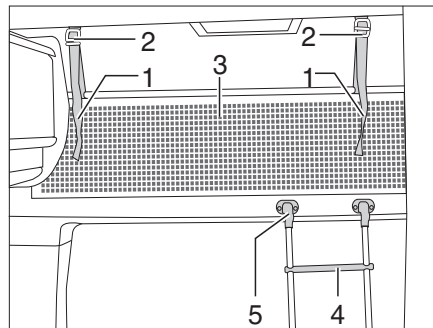

Fig. 99 Lit de capucine
Echelle de montée Toujours monter sur le lit de capucine avec l'échelle de montée (Fig. 99,4) de série.
Accrocher : ■ Accrocher l'échelle par les longerons sur le bandeau du lit de capucine (Fig. 99,5) installé au bord du lit.
Filet de sécurité Le filet de sécurité (Fig. 99,3) de série est rangé entre le matelas et le sommier à lattes. Ne tendre le filet de sécurité qu'une fois que les personnes se trouvent dans la capucine.
Tendre : ■ Faire s'enclencher les sangles de retenue (Fig. 99,1) dans les œillets du plafond (Fig. 99,2).
- Faire s'enclencher les sangles de retenue (Fig. 99,1) dans les œillets du plafond (Fig. 99,2).